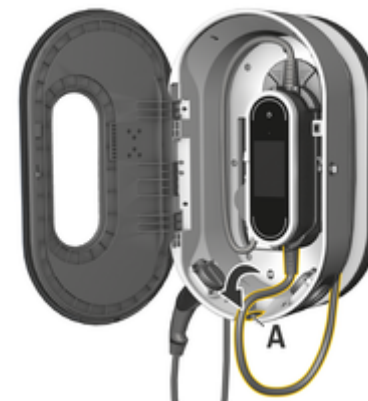

Fig. 63 Insertando la unidad de control
3. Guiar el cable del vehículo a través de la abertura A (Fig. 63) y envolver cualquier exceso de cable alrededor del muelle de carga.